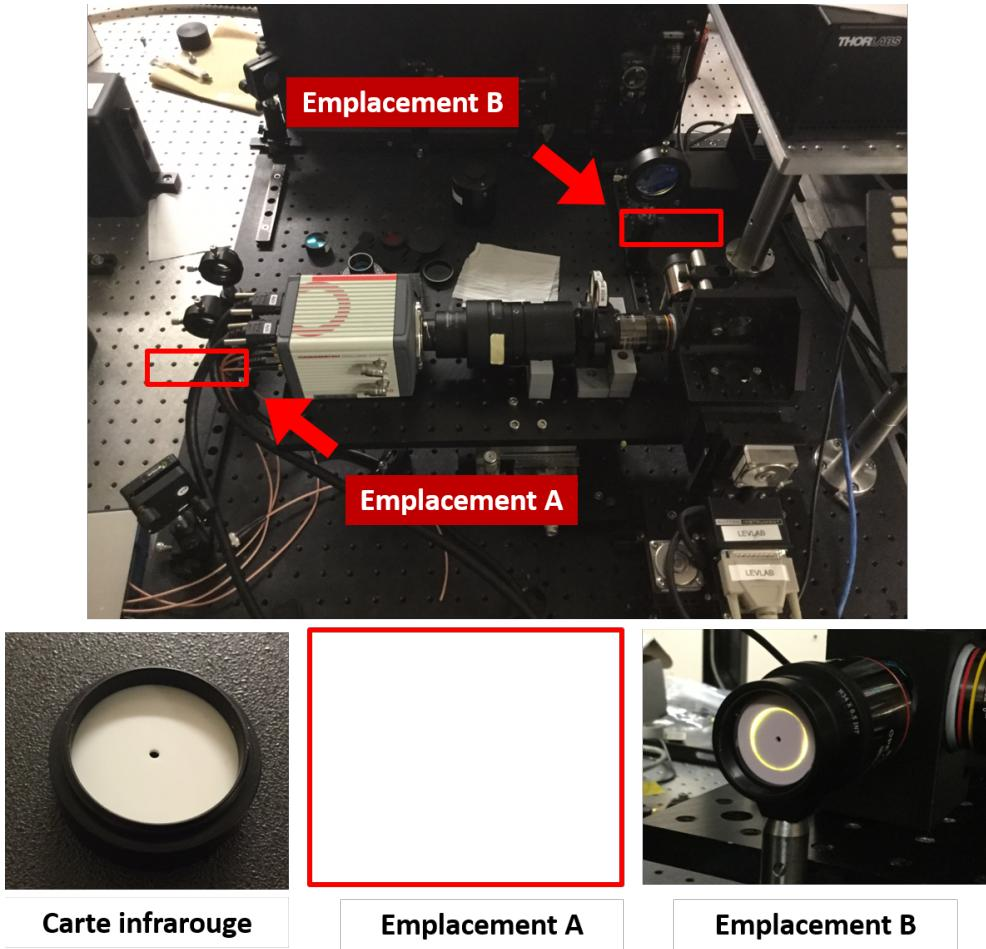

Figure 8 – Carte infrarouge
9. A l'aide d'une carte infrarouge, vérifier que le faisceau laser a la forme d'un cercle plein à l'*emplacement A* et d'un anneau à l'*emplacement B* (voir figure 8).